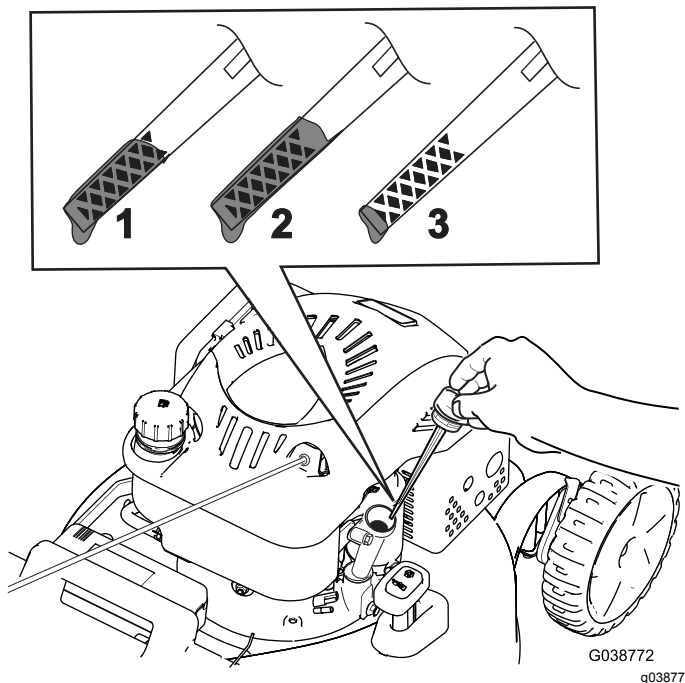

Figura 11
2. Girate il tappo in senso antiorario ed estraete l'asta di livello (Figura 11).
5. Controllate il livello dell'olio sull'asta (Figura 11).
- Se il livello di olio dell'asta è troppo basso (Figura 11), versate con cura una piccola quantità di olio detergente SAE 30 o SAE 10W-30 nel tubo di riempimento dell'olio, attendete 3 minuti e ripetete gli step da 3 a 5 finché il livello dell'olio sull'asta non risulta corretto.
- Se il livello dell'olio sull'asta è troppo alto (Figura 11), drenate l'olio in eccesso finché il livello dell'olio sull'asta non risulta corretto; fate riferimento a Cambio dell'olio motore (pagina 18).